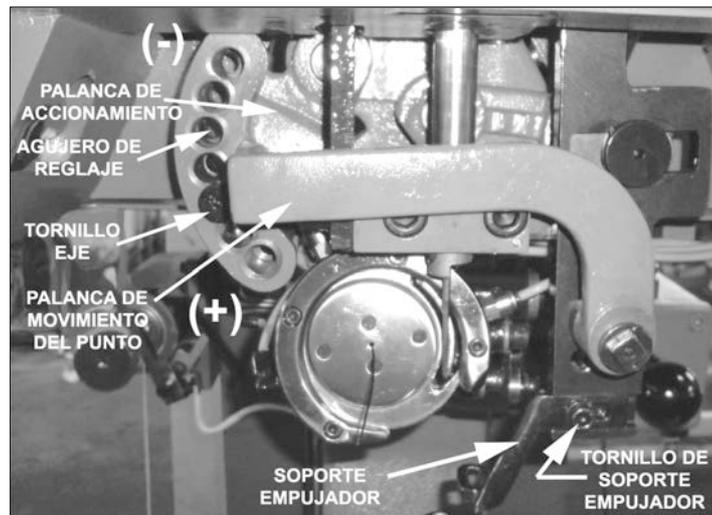

Figura 7
- ✓ Retire el tornillo eje (figura 7) y póngalo en uno de los agujeros abajo (para aumentar el tamaño del punto) o en alguno de los agujeros arriba (para disminuir el tamaño del punto);